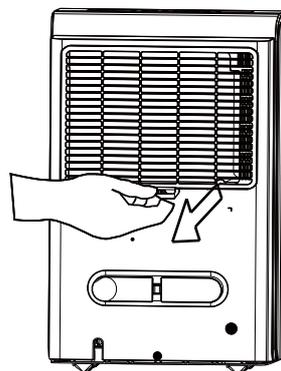

Fig. 14
- Pour retirer le filtre, tirez-le vers l'extérieur (voir fig. 14).